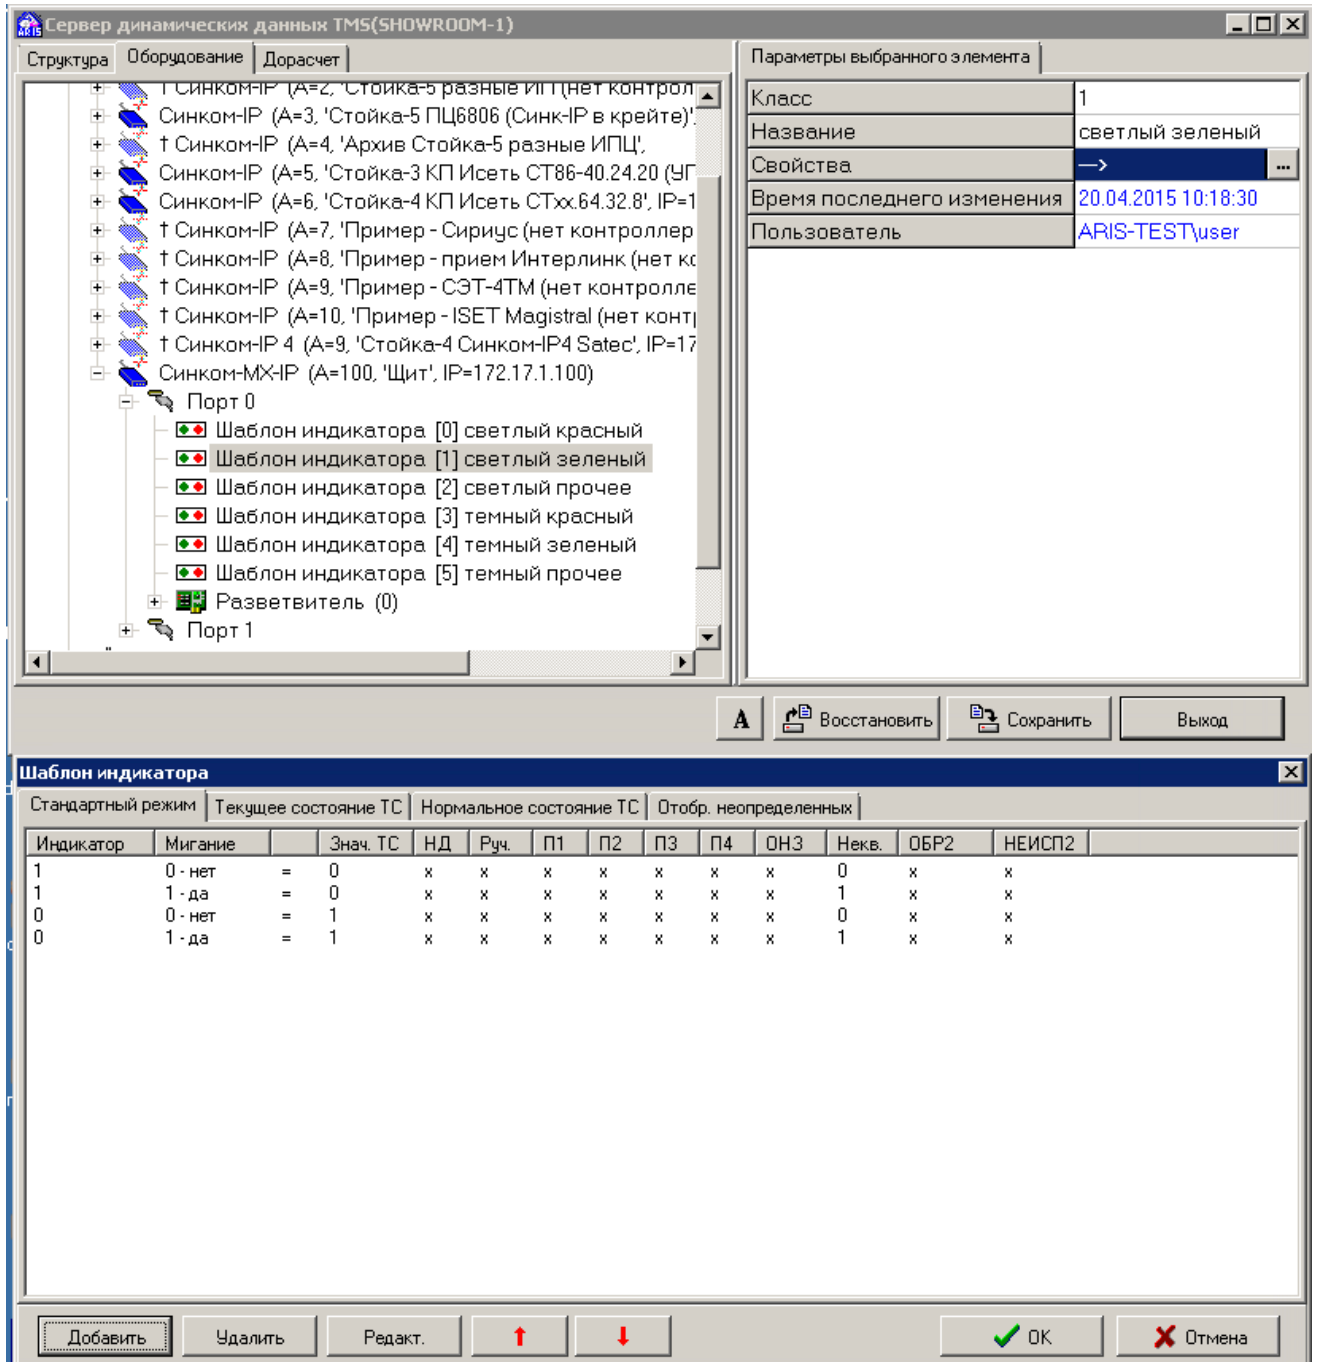

Рис. 4 Описание шаблонов
- в настройке сервера динамических данных «ОИК Диспетчер НТ» (закладка “Оборудование”) в описании одного из контроллеров Синком-Мх-IP, должны быть описаны все шаблоны поведения индикаторов для всех состояний ТС (см. Рис. 4).